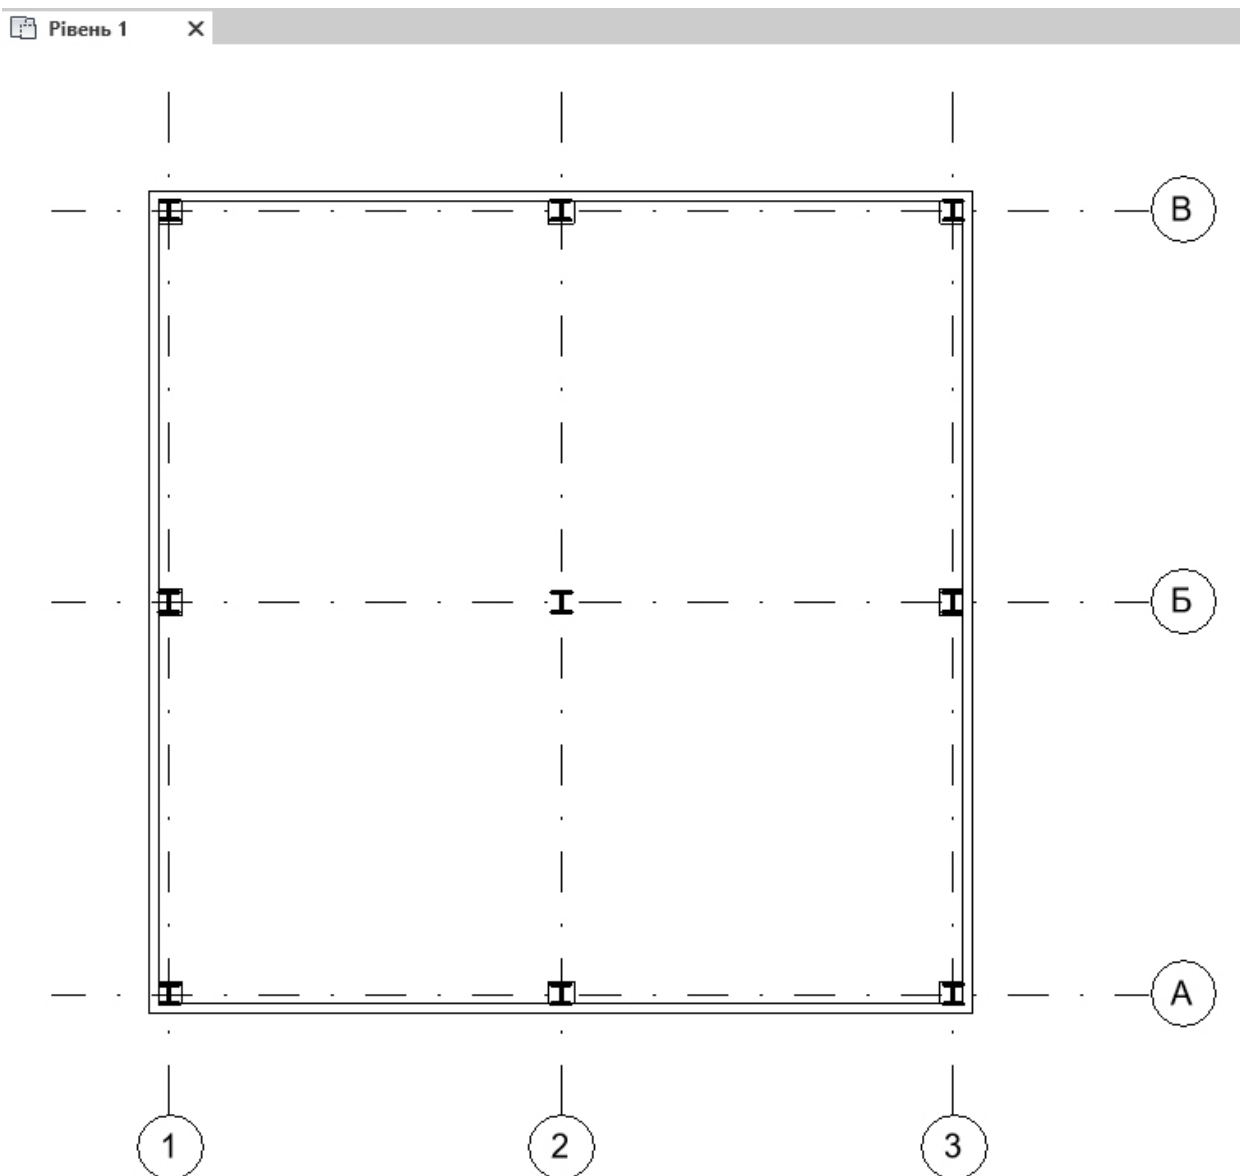

Рис. 10.1
7. У властивостях встановлюємо параметри: «Линия привязки» – Чистая поверхность внутренняя, «Зависимость сверху» – Неприсоединенная, висота 6600. Наводимо стіну по периметру каркаса зовні (рис. 10.1).